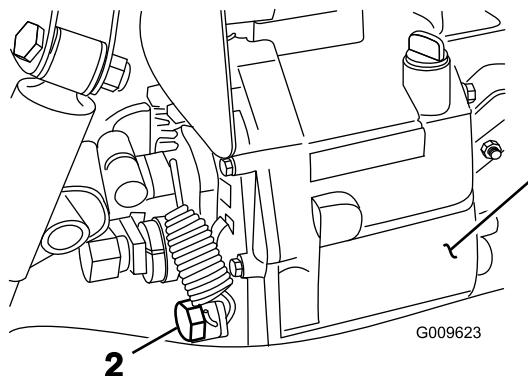

Figura 71
2. Retire el tapón de vaciado del lado del depósito y deje que se drene el fluido hidráulico en el recipiente (Figura 71).